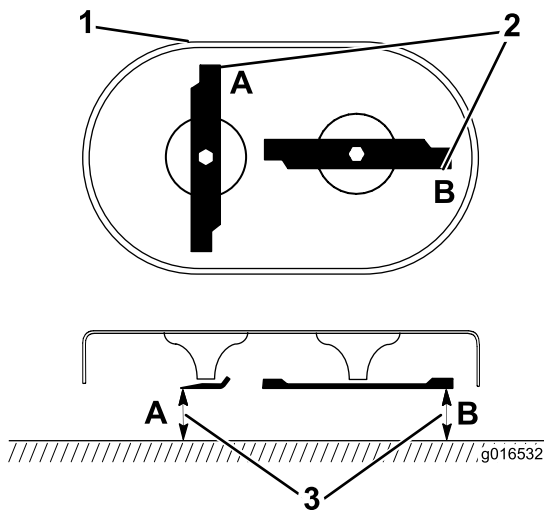

Bild 34
1. Drehen Sie die Messer, bis sie wie in Bild 34 dargestellt positioniert sind.
2. Messen Sie an den Stellen **A** und **B** von der ebenen Fläche zu den Schnittkanten (Bild 34) und notieren Sie beide Werte.